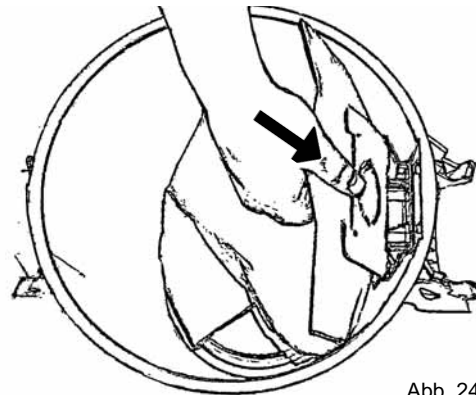

Abb. 24
1. Drücken Sie die Aussparungen in der Kartonverstärkung über die Nippel am Stutzen und ziehen Sie den neuen Beutel nach. Drehen Sie den Karton, damit der Beutel an seinem Platz einrastet. HINWEIS! Drehen Sie ggfs. die Ecken des Staubbeutels in den Behälter, Abb. 24.